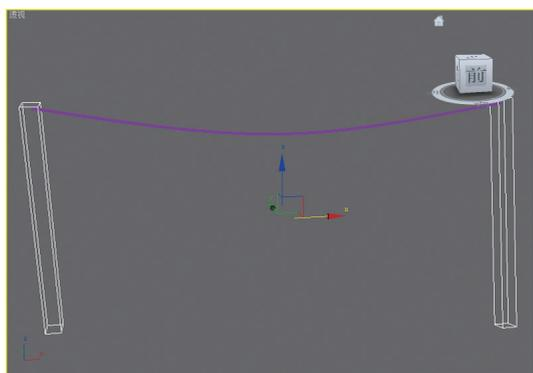

图9-67 创建撑杆
**05** 然后，再创建两个长方体，作为晾衣绳两端的撑杆，如图9-67所示。